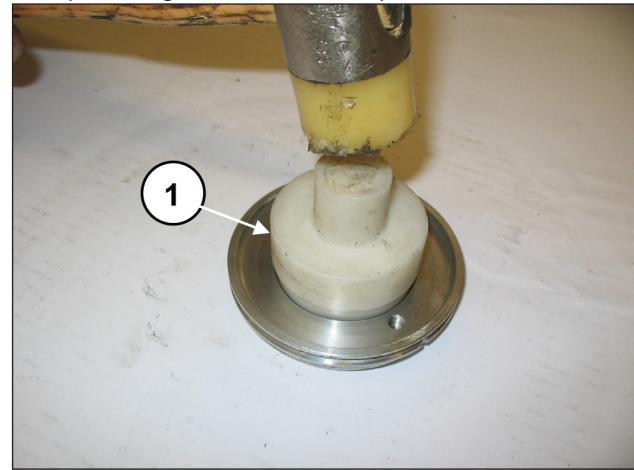

Fig. 93
Monte o anel de estanqueidade radial na tampa da junta do óleo (pos. ①, Fig. 93) usando um tampão cód. 27910900.